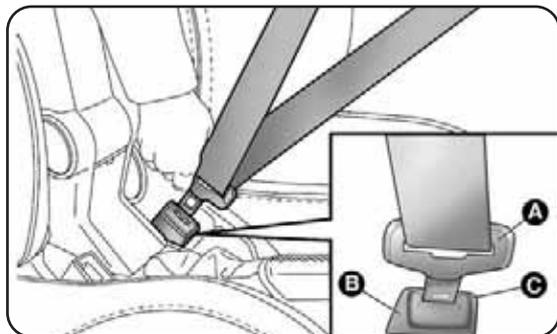

fig. 1
Colocar o cinto mantendo o busto erecto e apoiado contra o encosto. Para apertar os cintos, segurar a lingueta de engate A-fig. 1 e introduzi-la no alojamento da fivela B, até ouvir o clique de bloqueio. Se, durante a extracção do cinto este se bloquear, deixe-o rebobinar por um breve troço e puxe-o novamente evitando manobras bruscas.
*Não premir o botão C-fig. 1 durante o andamento.*